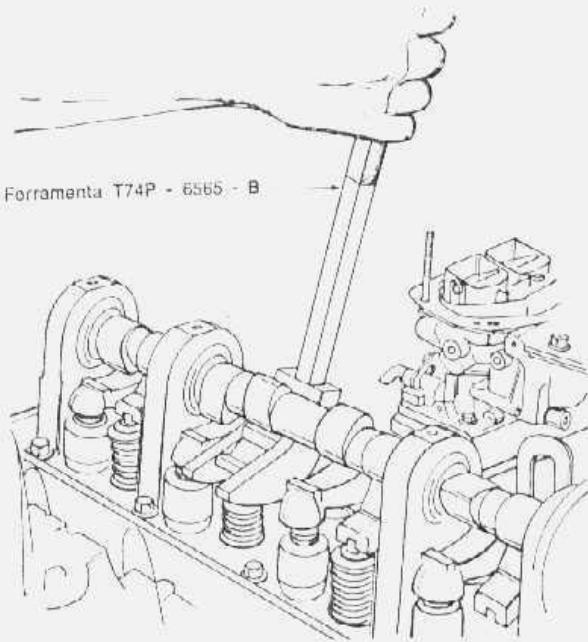

fig. 14 — comprimindo a mola de válvula
3. Utilizando-se da ferramenta especial mostrada na fig. 14 descarregar o ajustador hidráulico e/ou comprimir a mola da válvula e fazer o balancim deslizar por sobre o ajustador e para fora do motor.
3. Utilizando-se a ferramenta ilustrada na fig. 14 para comprimir a mola da válvula e retirar as travas da válvula, prato retentor e a mola da válvula. Retirar e inutilizar o vedador da haste de válvula.